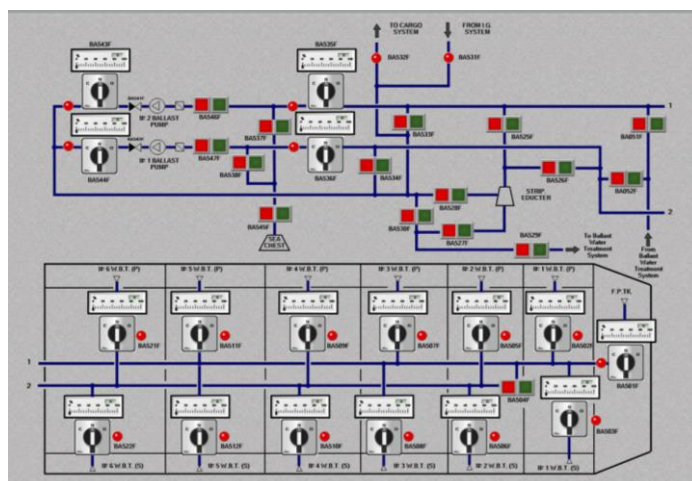

Figura 65- Panell amb totes les vàlvules tancades
13. Un cop obtinguda la sonda desitjada en ambdós tancs, apagarem la bomba número 2 també i procedirem a tancar totes les vàlvules altre cop. En el cas de les modulars pitjant sobre *close* fins que el percentatge indicat sigui 0% i el LED es mostri de color vermell i en el cas de les de posició 1/0 simplement pitjarem sobre el botó vermell fins que aquest comenci a fer pampallugues. Un cop acabat totes les vàlvules haurien d'estar tancades i el panell s'hauria de veure com a la *figura 65*.